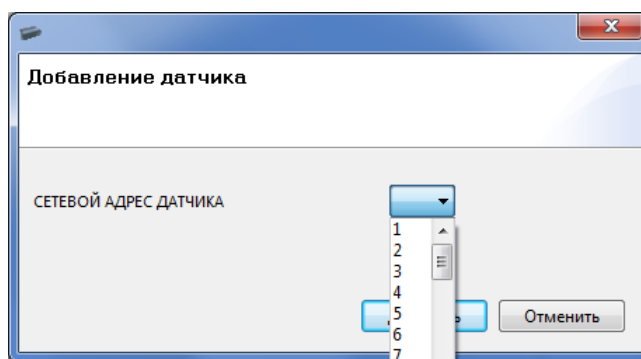

Рисунок 31
- 6) Добавить шаблон тарировочной таблицы для второго датчика уровня топлива LLS, нажав кнопку «Добавить датчик». Откроется окно (Рисунок 31), в котором выберете сетевой адрес подключенного датчика уровня топлива LLS.